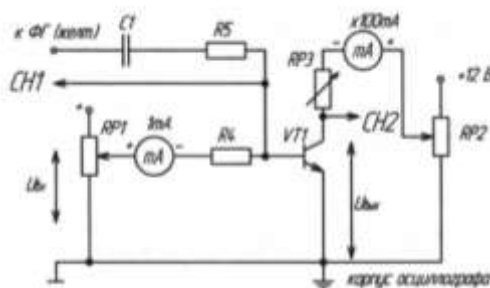

Рисунок 20
1. Собрать схему (рис. 20) для исследования усилительного каскада. Подключить канал CH1 осциллографа к входу усилителя, а канал CH2 к выходу усилителя. Включить временную развертку осциллографа. Включить функциональный генератор и установить синусоидальный сигнал частотой 50 Гц. Уменьшить сигнал до нуля регулятором амплитуды. Переключить входы CH1 на положение «вход закорочен». При токе $I_b=0$ установить с помощью потенциометра RP2 заданное значение E_k и далее не изменять его при всех экспериментах.